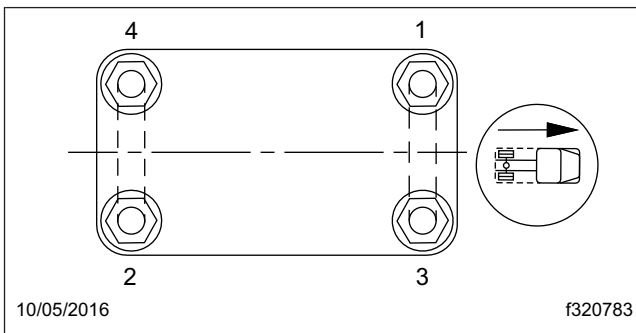

Figura 3, Secuencia de apretado para las tuercas altas de los pernos U
2. Revise el par de apriete del perno U. Vea las especificaciones del par de apriete para los pernos U en la **Tabla 6**. Apriete en secuencia diagonal según se muestra en la **Figura 3**. Ajuste con una llave (dinamométrica) de chasquido al valor de par de apriete medio indicado para el sujeta-